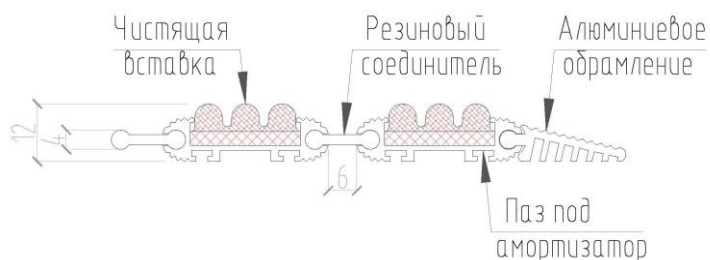

Рис. 5 – Половик низкопрофильный.
- низкопрофильный (h=12мм, собирается на резиновые соединительные элементы) (рис. 5)